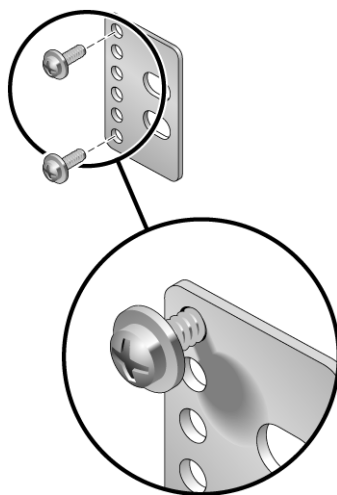

図 4-11 背面プレート上での最適なラック位置用のねじの取り付け
- a. 各背面プレートに M3×8 SEM ねじを 2 本ずつ使用して、背面プレートの 6 つの取り付け位置のいずれかにねじを緩く取り付けます (図 4-11)。
取り付け位置は、ラック内のレールの厚さによって決まります。たとえば、図 4-11 は、背面プレート上での最適なラック位置用のねじの取り付けを示しています。